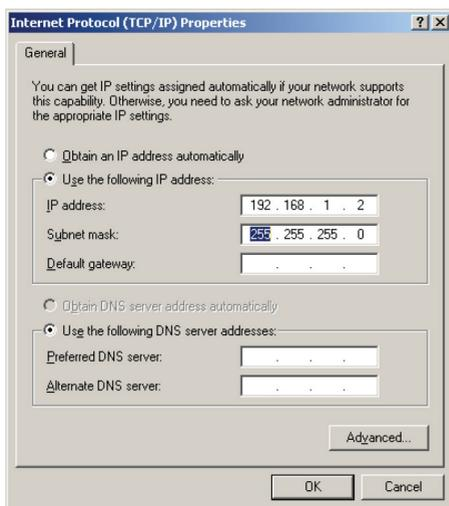

Рис. 5. Окно свойств интернет-протокола (TCP/IP)
6. Выберите Use the following IP Address (Использовать следующий сетевой адрес) и заполните поля в соответствии с **рис. 5** (нужен адрес 192.168.1.2 или иной, который может предоставить системный администратор).